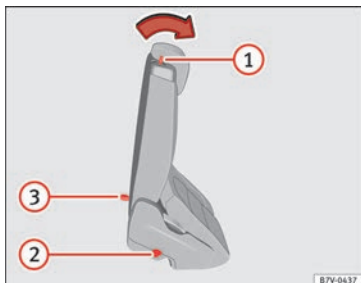

Fig. 158 2. sæderække: betjeningsselementer til indstigningshjælp
- Fjern om nødvendigt genstande fra fodrummet på 2. sæderække » ①.
- Tryk indstigningshjælpen til 3. sæderække » Fig. 158 ① fremad, og klap bagsædery-
- Bagsædet skal gå sikkert i hak, for at sikkerhedsselerne til bagsædepladserne kan fungere korrekt. Den røde markering » Fig. 158 ② må ikke længere være synlig » Δ i Sådan klappes bagsædepladserne til vandret position på side 158.
Hvis grebet » Fig. 158 ① ikke fungerer, fx efter en ulykke, kan sæderne på 2. sæderække klappes fremad fra 3. sæderække for at gøre det lettere at stige ud fra 3. sæderække » Δ.
- Træk stroppen » Fig. 158 ③ bagud, og klap bagsæderyglænet fremad. Det komplette bagsæde klapper fremad » Δ.
- En rød markering på siden af sædet » Fig. 158 ② viser, at et ryglæn ikke er gået i hak. Den røde markering må ikke kunne ses, når ryglænet er gået korrekt i hak.